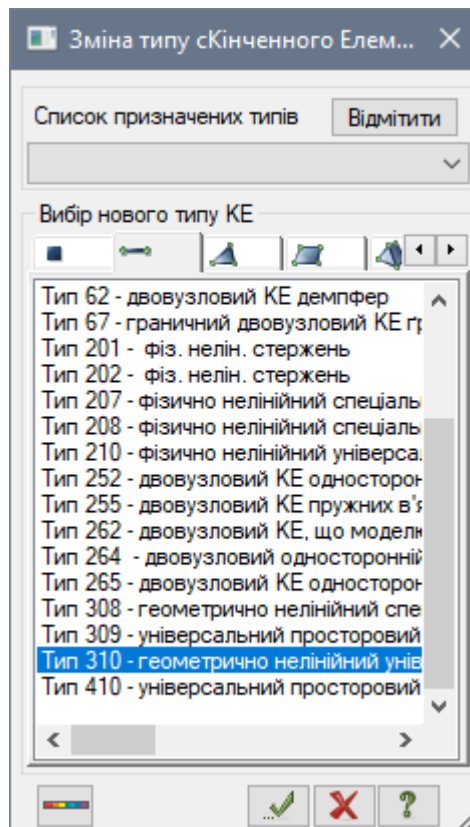

Рис. 8.8. Діалогове вікно Зміна типу скінченного елемента
- Натиснувши на кнопку  – **Зміна типу KE** (панель **Схема** на вкладці **Розширене редагування**) відкрийте діалогове вікно **Зміна типу скінченного елемента** (рис. 8.8).